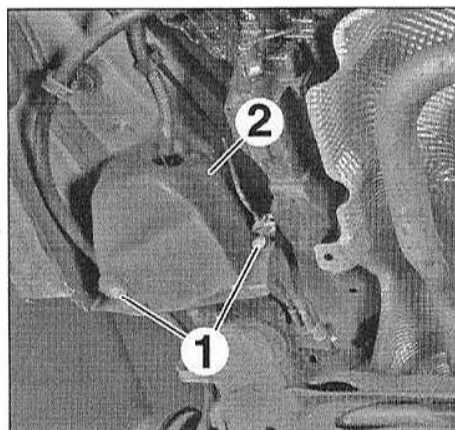
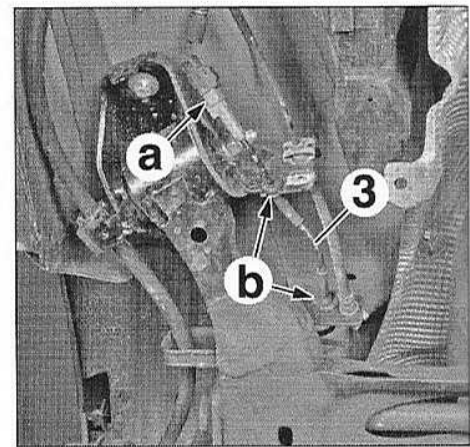
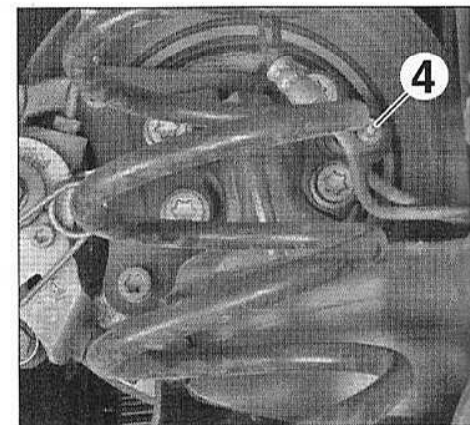

FIG.37
FIG.38
FIG.39
- les fixations (1) (Fig.37),
- la protection (2).
- Débrancher le faisceau (3) en (a) (Fig.38).
- Dégrafer le faisceau (3) en (b).
- Déposer (Fig.39) :
- la vis (4),